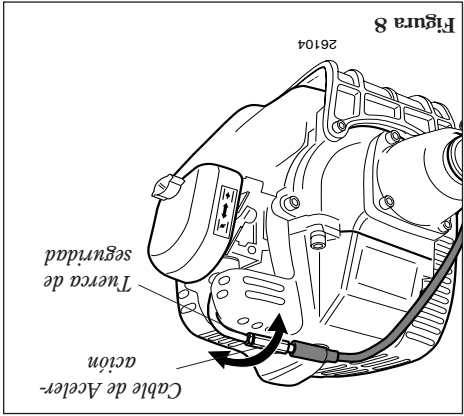

Figura 8
1. Aloje las tuercas trabadoras del cable de aceleración y ajuste hacia adentro o hacia afuera para lograr una holgura propia de 3/16-1/4 pulg (4.6 mm). Consulte la figura 8.